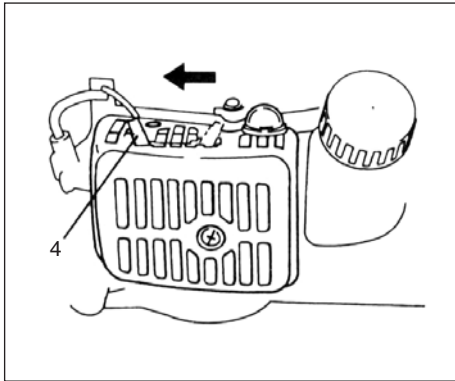

Рис. 2-3
3. Установить рычаг заслонки в положение CLOSED (ЗАКРЫТО) (4). (Рис. 2-3)